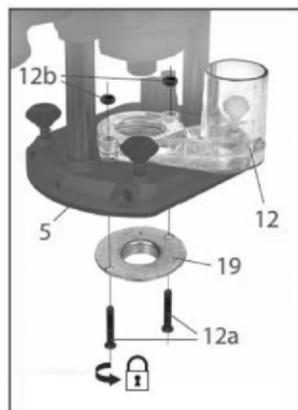

рис.9
Для осуществления фрезерования при помощи шаблона, фрезер обладает возможностью установки направляющей (копировальной) втулки (рис.9 поз.19).
- расфиксировать рычаг вертикального положения (рис.1 поз.3) для того, чтобы максимально увеличить рабочее расстояние между суппортом и опорной плитой (рис.9 поз.5);
- открутить винты (рис.9 поз.12а), крепящие патрубок пылеотвода (рис.9 поз.12) к опорной плите;
- гайки (рис.9 поз.12b) и патрубок пылеотвода с опорной плиты не снимать;
- установить в отверстие пластиковой подошвы опорной плиты направляющую втулку (рис.9 поз.19) буртом вниз, совместив крепёжные отверстия;
- закрепить к опорной плите патрубок пылеотвода и направляющую втулку винтами (рис.9 поз.12а).